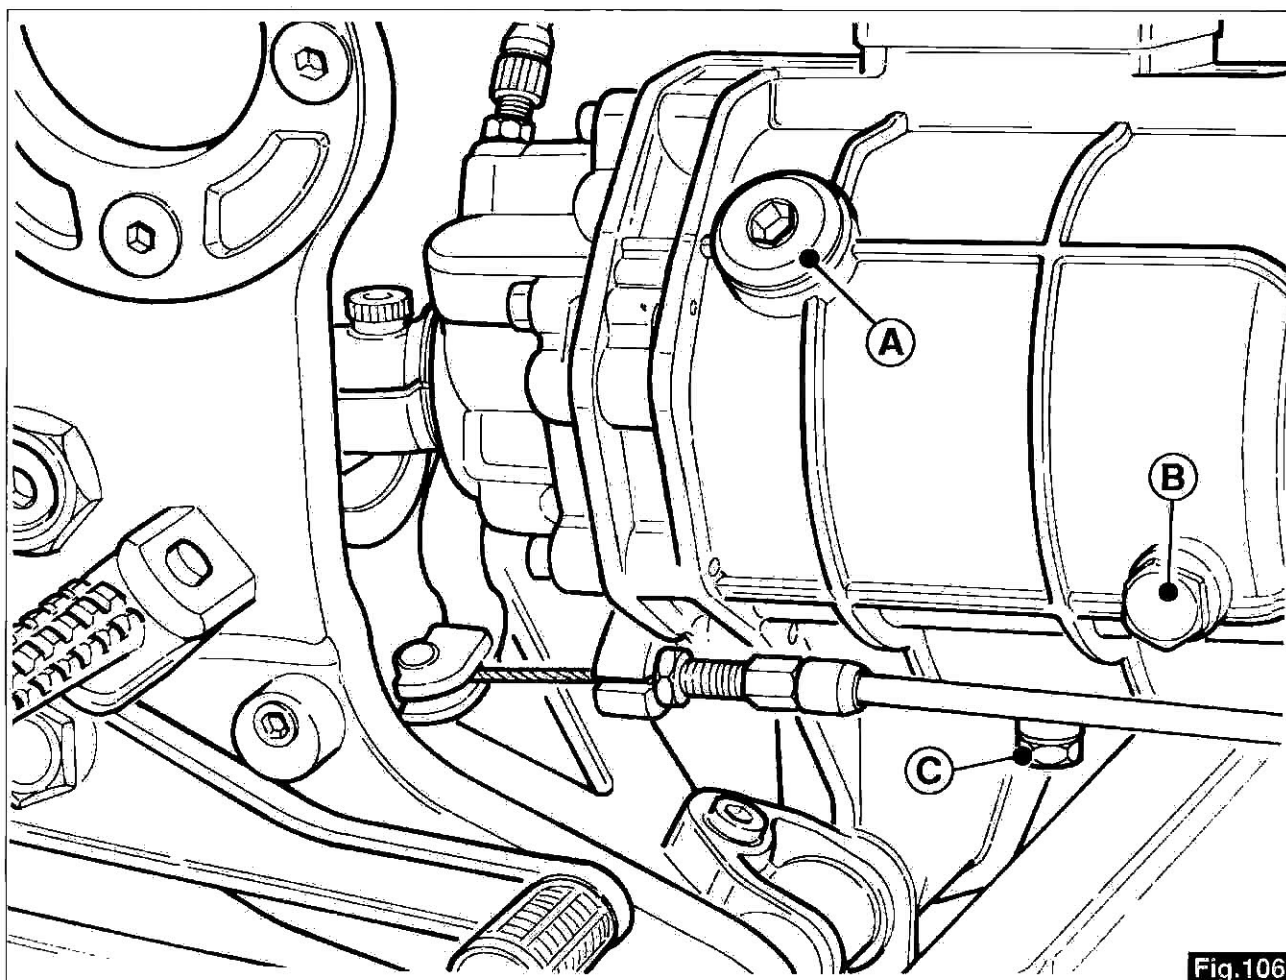

Fig.106
8.1 LUBRIFICAZIONE DEL CAMBIO (fig.106)
8.1 GEARBOX LUBRICATION (fig.106)